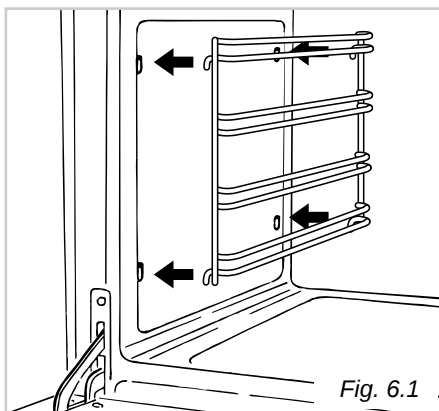

Fig. 6.1
- Agganciare i telai laterali ai fori delle pareti laterali dell'interno del forno (Fig. 6.1)